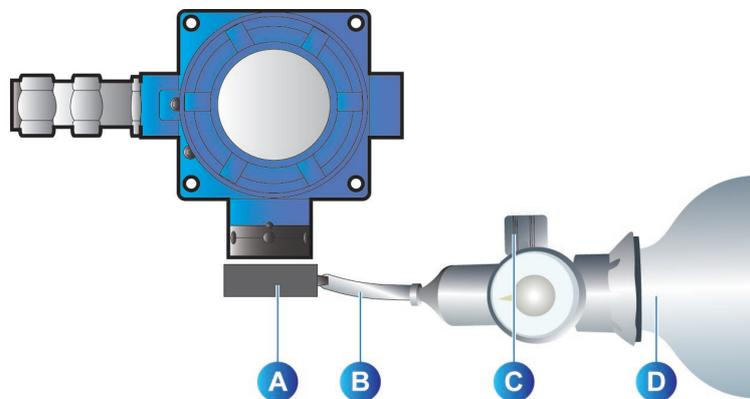

Figura 13: regolazione dello zero: OLC 100
2. Collocare la copertura di calibrazione sul sensore di rilevamento (Figura 13: regolazione dello zero: OLC 100